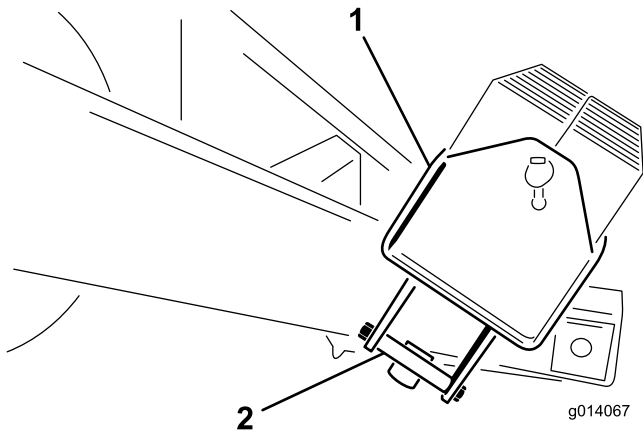

Figura 5
2. Retire os parafusos de 1/2 x 5-1/2 pol. do suporte de montagem que segura a caixa de pesos. Retire os suportes de montagem (Figura 5).